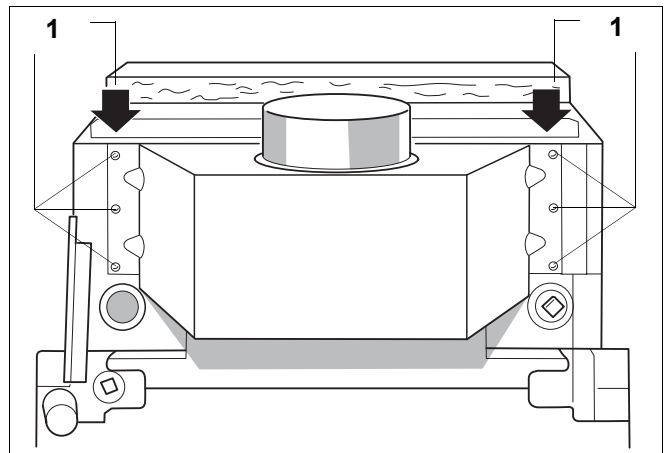

Рис. 7 Монтаж прерывателя тяги на установке с одним котлом
- Закрепите прилагаемыми винтами прерыватель тяги на коллекторе дымовых газов (рис. 7, поз. 1).